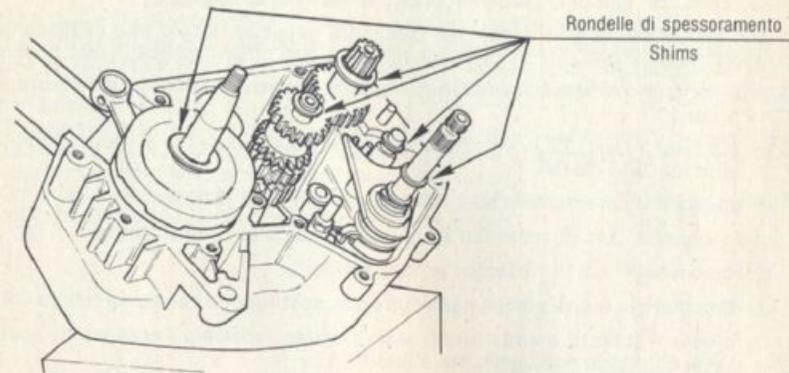

FIG. 22 Interno motore
22) **ANNOTARSI** lo spessore e la posizione di montaggio di tutte le rondelle di rasamento che si trovano infilate nei rispettivi alberi (fig. 22)